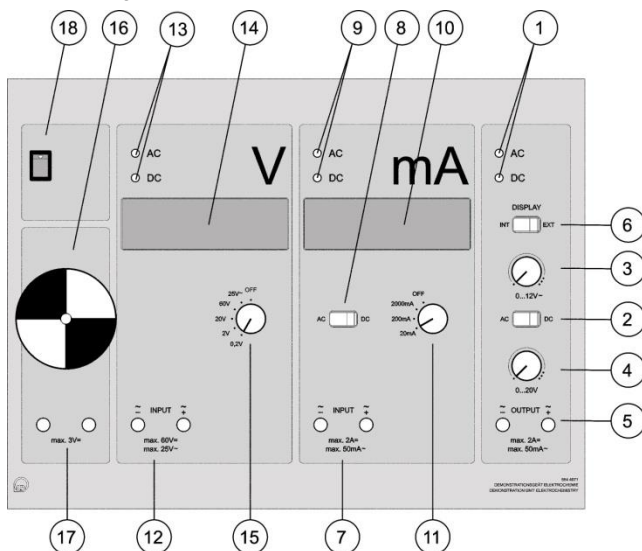

Abb. 3: Skizze des Demonstrationsgeräts.
Das Demonstrationsgerät (Abb. 3) und den Tisch zur Elektrochemie in den Profilrahmen einhängen. Die Auffangschale mittig auf den Tisch zur Elektrochemie stellen. Die beiden Halbzellblöcke des Zelltrogs mit den Schrauben fixieren, sodass ein etwa 0,5 cm breiter Spalt offenbleibt. In diesen Spalt nun zwei übereinandergelegte Papierdiaphragmen legen und die beiden Halbzellen fest mit den Schrauben verschließen. Der Zelltrog sollte nun dicht sein.
Die palladinierten Elektroden werden mit der Pinzette in die drittäußerste Nut der Halbzellen gesteckt. Die Ausgangsbuchsen des Netzteils (5) (vgl. Abb. 3) werden mit Experimentierkabeln mit den Elektroden verbunden. Umschalter (6) wird auf interne Stromquelle gestellt. Am Netzteil wird der Kippschalter (2) auf Gleichstrom (DC) gestellt. Kippschalter (8) und Drehregler (15) werden ebenso auf Gleichstrom (DC) gestellt. Mit Umschalter (8) wird die Messanzeige eingeschaltet. In einem Messzylinder werden 70 ml 5-molare Kalilauge abgemessen und in eine Halbzelle übergeführt. Anschließend werden erneut 70 ml Kalilauge im Messzylinder abgemessen und zu der anderen Halbzelle gegeben.